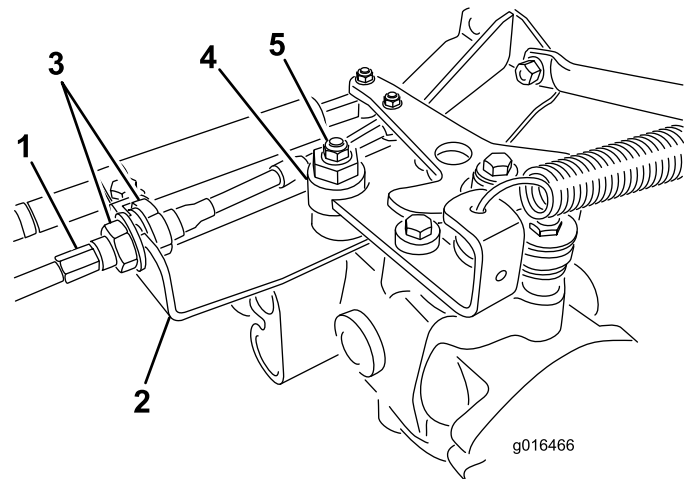

图 41
- A. 松开将驱动控制拉线固定至静液压装置隔板上的两个锁紧螺母图 41。确保锁紧螺母的松动程度相同并足以进行调节。
注意 松开将偏心螺栓固定到静液压泵顶部的螺母图 41。
- E. 当轮子停止旋转时、旋紧螺母、锁定偏心螺栓和调整 (图 41)。
- G. 从隔板的两侧均匀拧紧锁紧螺母将驱动拉线固定到隔板上图 41。切勿让拉线缠绕在一起。